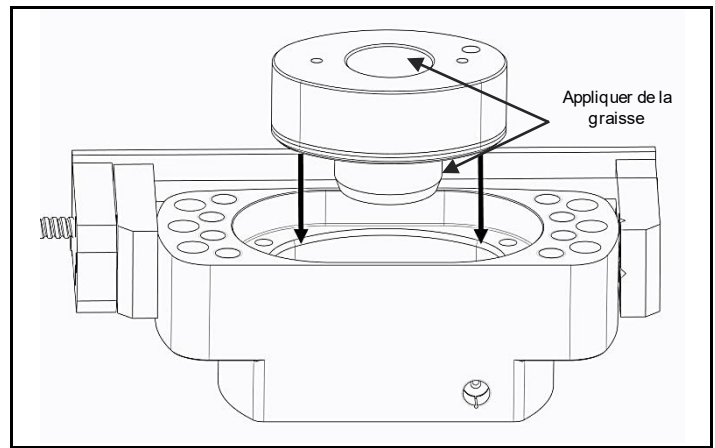

Fig. 4.9 Appliquer de la graisse et installer le piston
- a) En faisant glisser le piston dans le corps, veillez à ne pas endommager les surfaces internes. (Fig. 4.9)